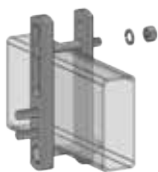

Figure 10
2. Insérez le deuxième boulon de $\frac{1}{2}$ po x $3\frac{1}{2}$ po à travers le trou ouvert situé le plus près du dessus du châssis de la remorque. (Figure 10)